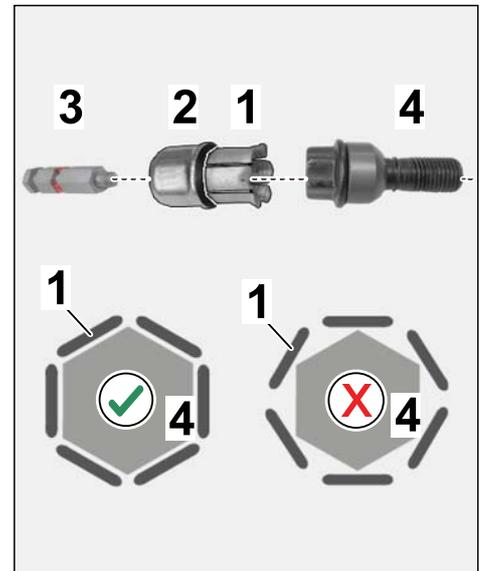

Figure 4
2.1.3 Monter l'ensemble (goujon entretoise, douille et pièce de serrage) sur la vis de roue, tout en tenant compte du "contour six-pans" (rainure sur bord de vis de roue) de la vis de roue (⇒ *Figure 4-en bas-*).